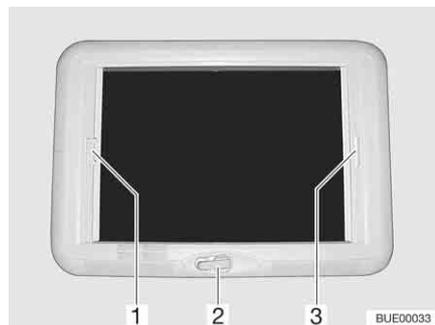

Fig. 92 Lanterneau à manivelle
*Ouvrir :* ■ Tourner la manivelle (Fig. 92,2) jusqu'à ressentir une résistance.
- Tirer la poignée du dispositif occultant plissé (Fig. 92,3) et le relâcher lorsqu'il a atteint la position voulue. Le dispositif occultant plissé reste alors à cette position.
- Tirer sur la poignée (Fig. 92,1) de la moustiquaire jusqu'à toucher la poignée du dispositif occultant plissé (Fig. 92,3) située vis-à-vis et la faire s'enclencher.
- Appuyer sur la poignée de la moustiquaire (Fig. 92,1) vers l'arrière et le haut et décrocher la moustiquaire du dispositif occultant plissé (Fig. 92,3).